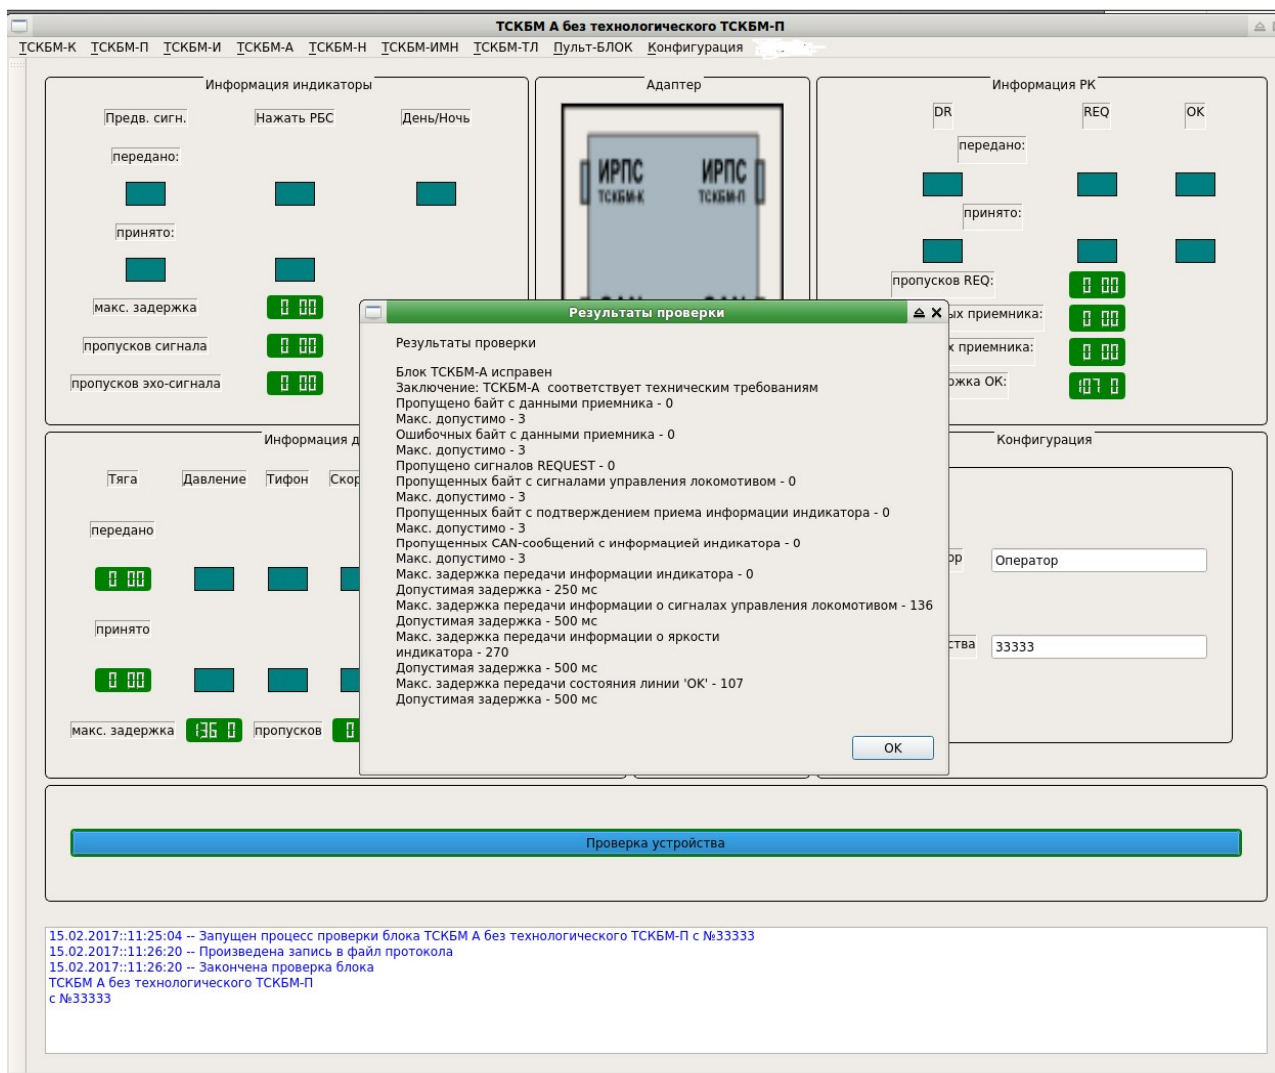

Рисунок 2.4.6.4 – Сообщение системы о результате проверки блока ТСКБМ-А
- 5) Критерием исправного состояния блока ТСКБМ-А является сообщение программы «Блок ТСКБМ-А исправен», см. рисунок 2.4.6.4. В случае неисправного блока ТСКБМ-А появится сообщение о неисправности и в контролируемых параметрах на панели (рисунок 2.4.6.4) и в протоколе по п.2.4.6.3(2) будет указана информация о выходе параметра за допустимые пределы.